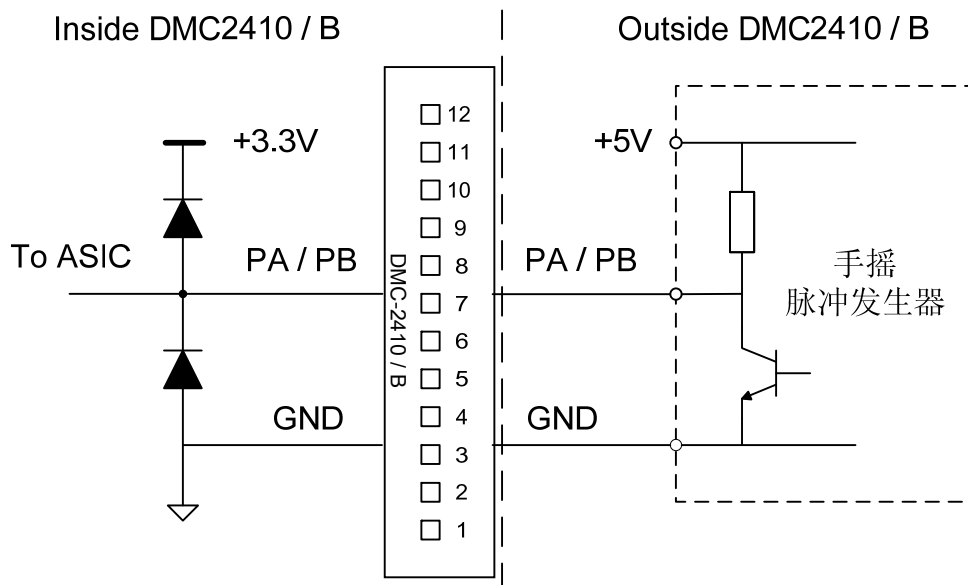

图2-29 外部脉冲信号输入原理图
雷泰 (Leadtech) DMC2410 / DMC2410B 运动控制卡为每个轴提供了手摇脉冲发生器输入接口 PA (PB), 用户可以通过 PA (PB) 输入脉冲信号控制电机的运动, 电机的运动距离和转速受输入的脉冲数和脉冲频率控制。典型接线原理如下图 2-29 所示。具体引脚端口定义见 8.1.5 接口 X5 引脚定义, 具体输入模式设置和运动控制功能使能见 4.2.7 手轮运动控制。